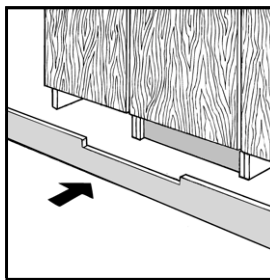

Рис. 9
- Установите декоративную панель (рис. 9).